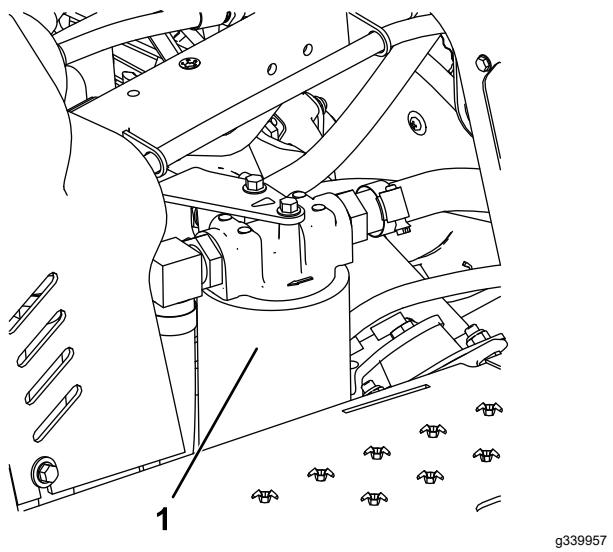

Figura 42
4. Coloque un recipiente debajo del filtro hidráulico, que está situado en el lado izquierdo de la máquina (Figura 42).
7. Instale el nuevo filtro hidráulico (Figura 42) girándolo a mano hasta que la junta entre en contacto con el cabezal del filtro y, a continuación, apriete el filtro 3/4 de vuelta más.